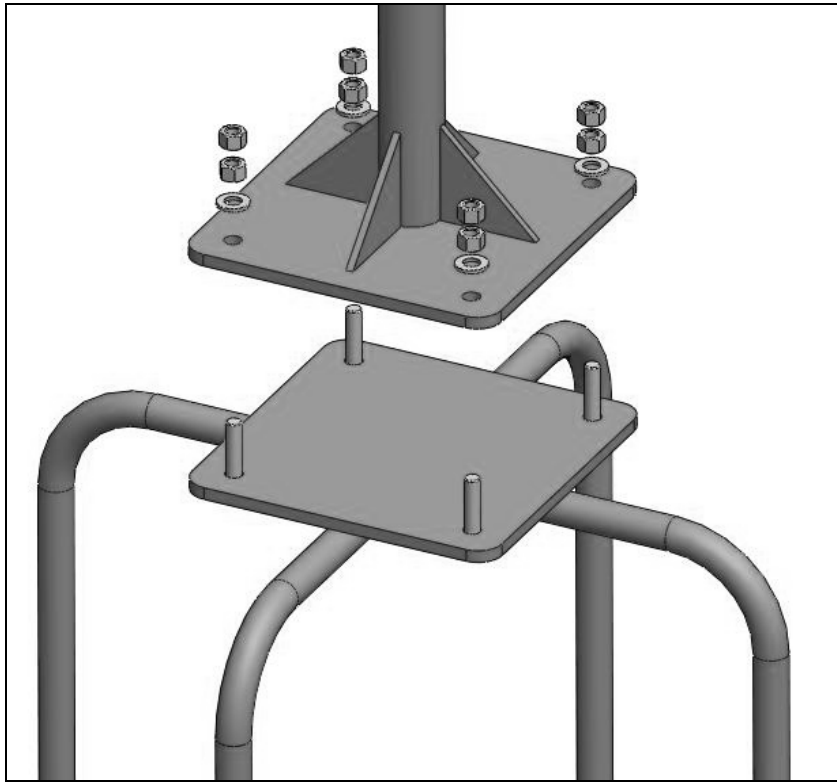

Рисунок 2
1. Закрепить основание карусели к закладной при помощи гаек DIN 934 + шайба M12 (см. рис. 2). Сиденье прикрутить болтами M6x30+шайба+гайка колпачковая. Полы (шершавой стороной верх) установить с помощью болтов M6x25+шайба+гайка. (см.Рис.3)